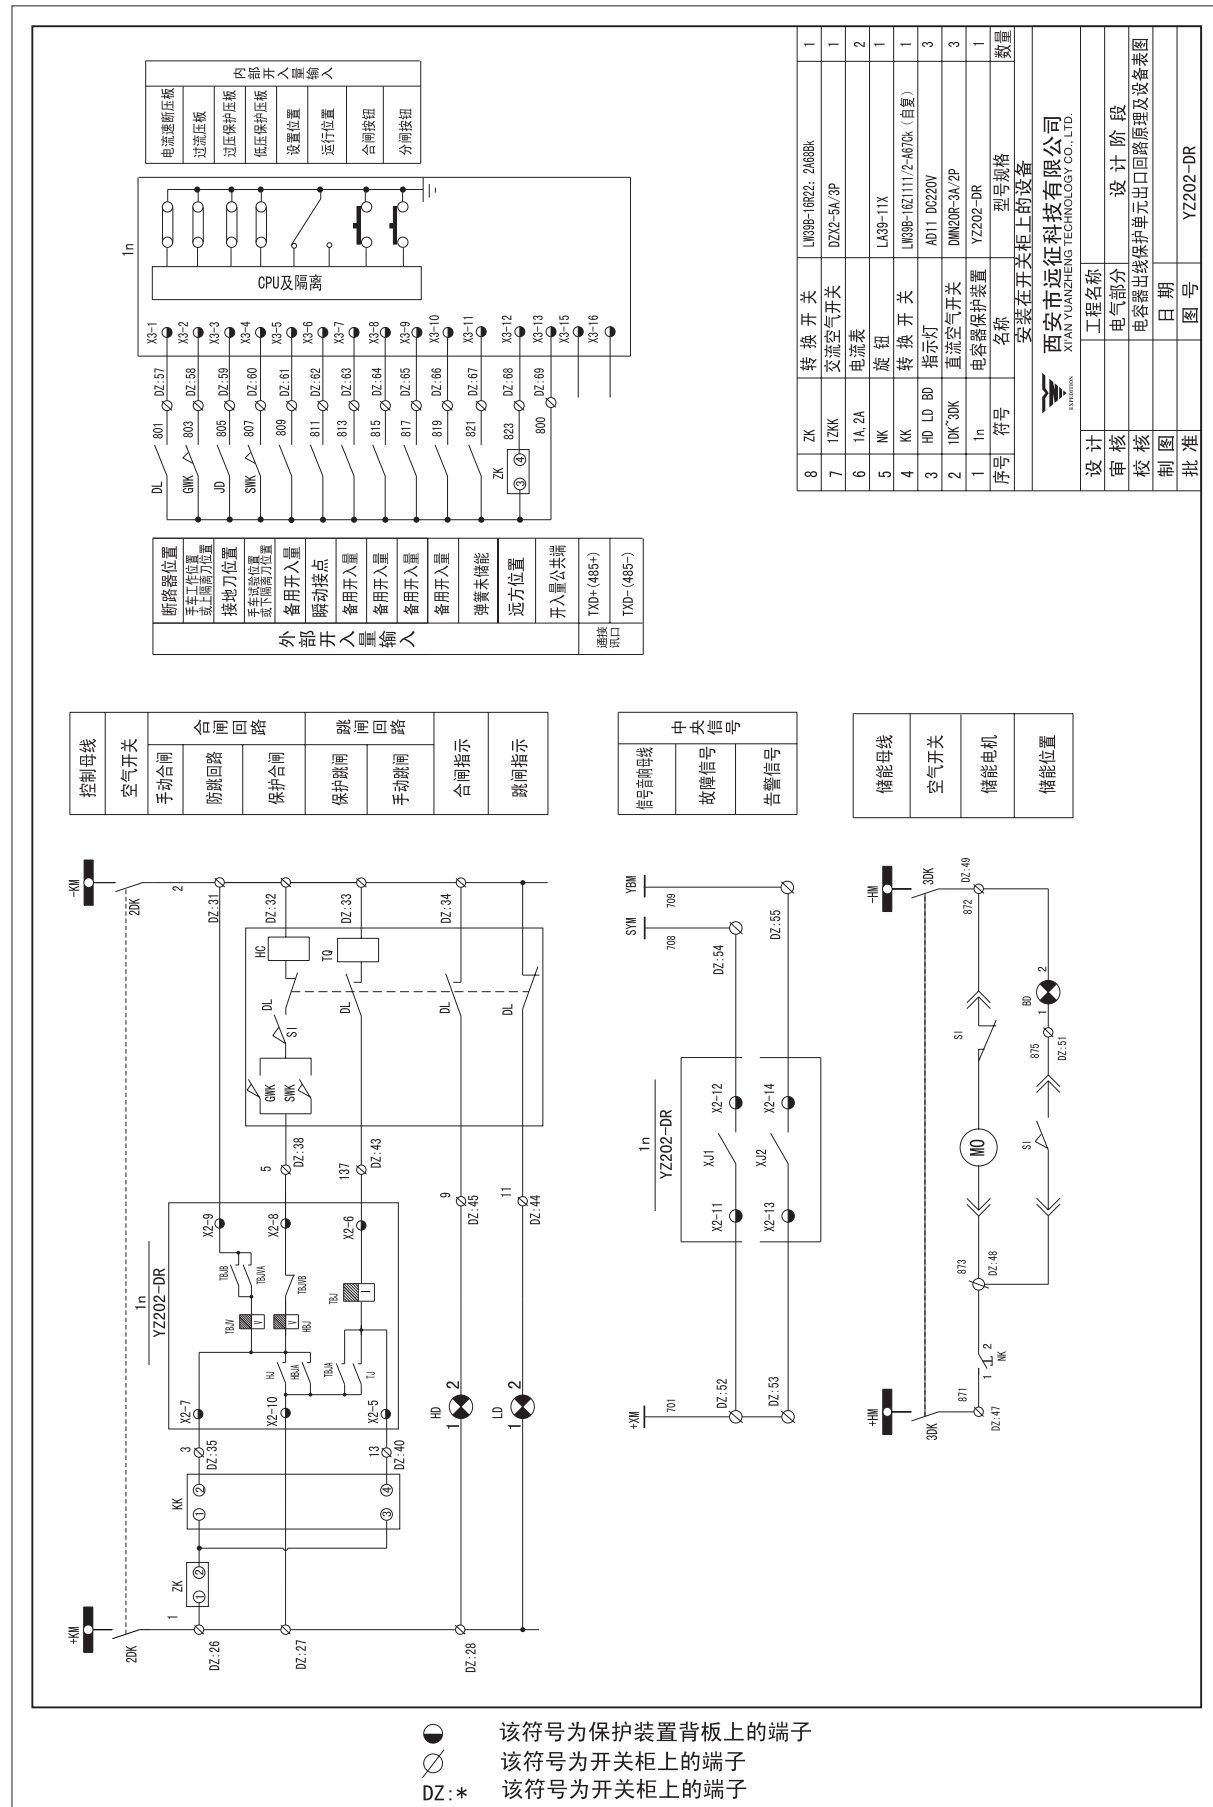

图11-11 YZ202-DR出口回路原理及设备图
- YZ202-DR出口回路原理及设备图 (见图11-11)